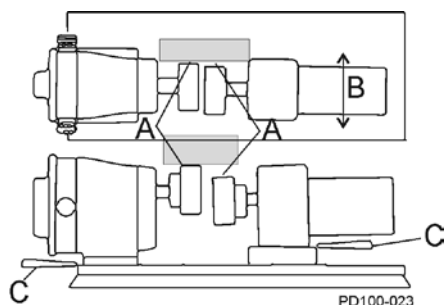

Рисунок 20 - Проверка параллельного смещения
2. Используя калибр для выравнивания зазоров в местоположении «А» в Рисунок 20, определите направление и расход требуемого движения (Рисунок 20, пункт В).